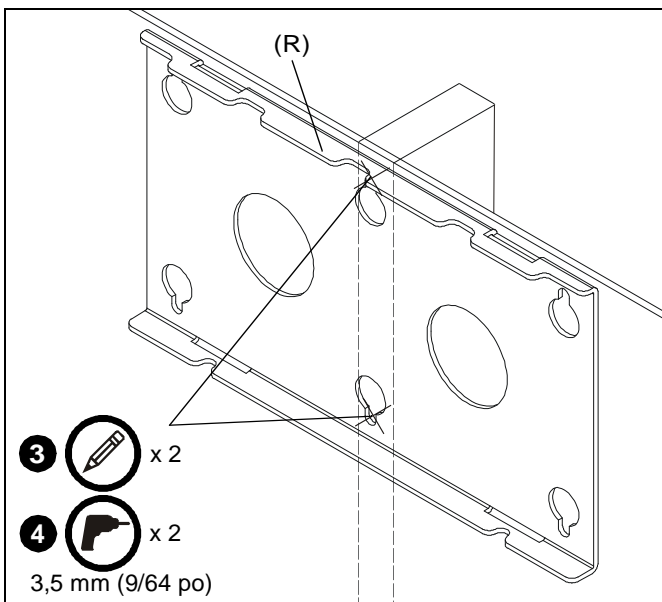

Figure 1
3. Servez-vous du support mural (R) comme gabarit pour marquer les emplacements des trous au centre du montant de bois à la hauteur de montage désirée. Utilisez un niveau pour vous assurer que le support est parfaitement horizontal. (Voir figure 1)
4. Percez deux trous de 3,5 mm (9/64 po) aux endroits marqués. (Voir figure 1)